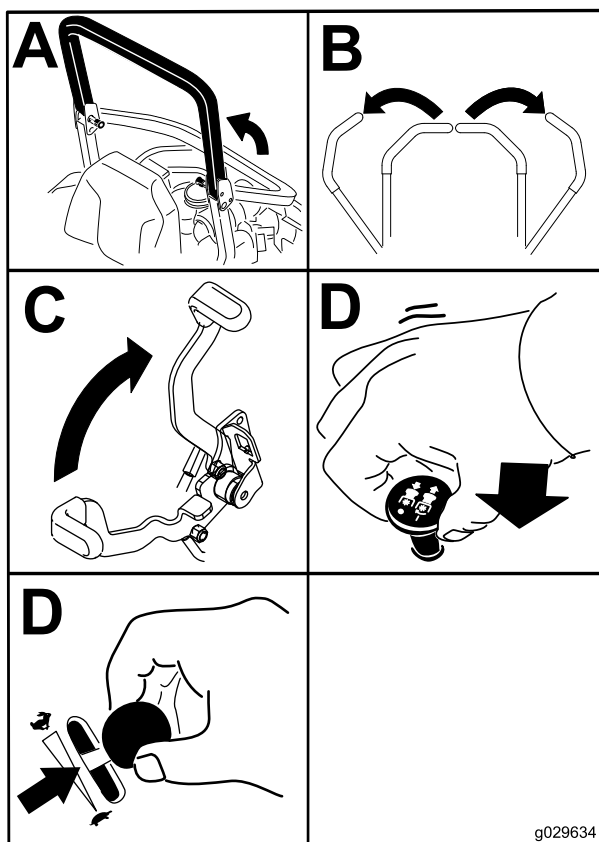

Figure 22
4. Placez la commande des lames (PDF) en position DÉSENGAGÉE (Figure 22).